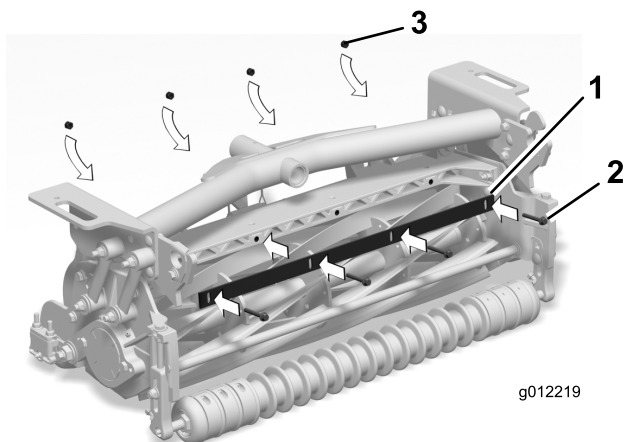

Bild 7
| | 3. Befestigen Sie die Schnittleiste mit vier Schrauben (1/4" x 1-3/4") und vier Sicherungsmuttern (1/4") lose am Schneideinheitrahmen (Bild 7). | |
5. Ziehen Sie die Schrauben und Sicherungsmuttern an (Bild 7).